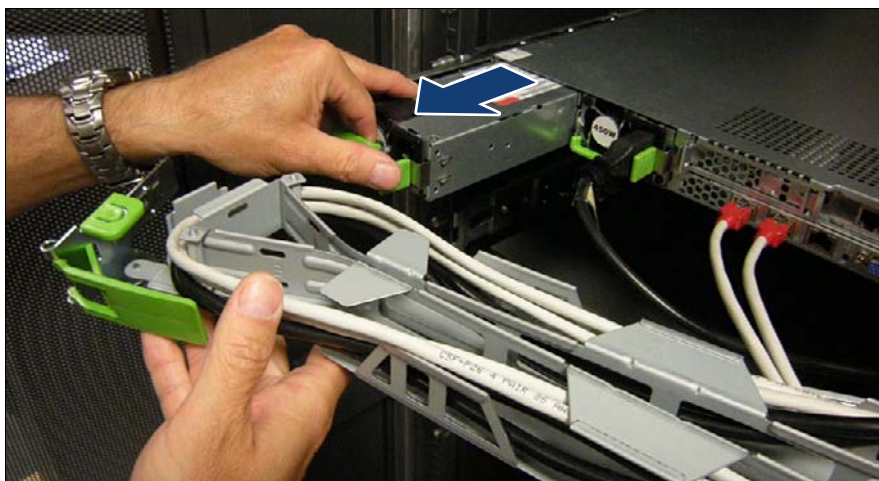

図 28: 電源モジュールの取り外し
- ▶ 電源モジュールを取り外し（図 28 を参照）、新しい電源モジュールを慎重に取り付けます。